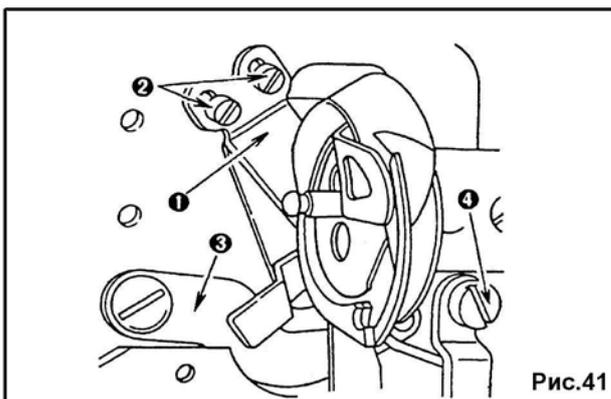

Рис.41
1. Чтобы заменить ответный нож (1), опрокиньте головку машины, снимите установочную пластину челнока и выкрутите винты (2). Установите ответный нож так, чтобы был обеспечен зазор 0,3-0,5 мм между его лезвием и отверстием прохождения иглы в игольной пластине.
2. Чтобы заменить подвижный нож (3), сначала снимите соединительное звено вала (4) (рис.41) обрезателя шпульной нити.
4. Выкрутите установочный винт (5) рычага (6) обрезателя шпульной нити и снимите этот рычаг.
5. Снимите подвижный нож (3) обрезки шпульной нити с базы (С) игольной пластины и замените его.